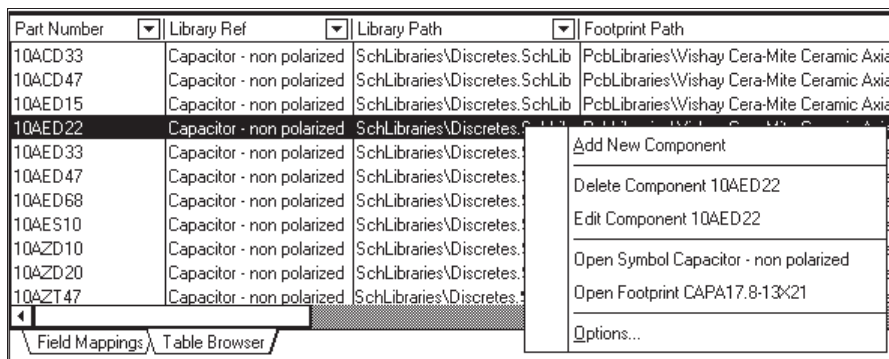

Рис. 13.13. Редактирование таблиц базы данных из оболочки SVNDBLib
- Щелчком правой кнопкой мыши в выбранной строке активной таблицы открыть контекстное меню (рис. 13.13, *справа внизу*) и выполнить из него одну из команд: